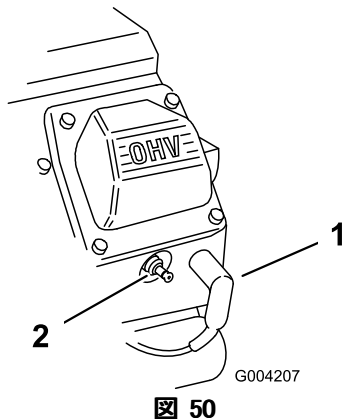

図 50
- 点火プラグのコードが抜けているのを確認する(図 50)。
- 点火コードを取り付ける(図 50)。